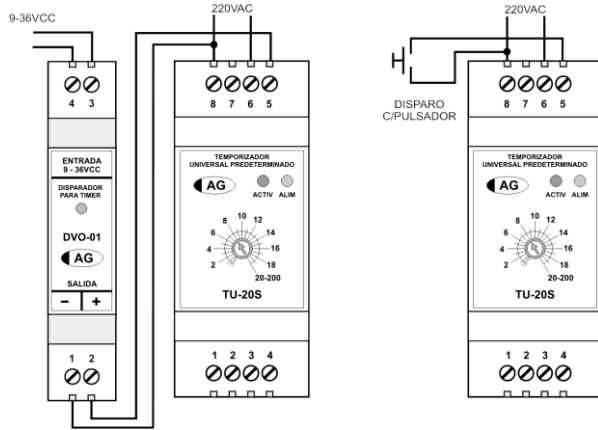

Figura 1 Disparos remotos: electrónico y con pulsador N.A.
- PULSADOR REMOTO:** El módulo se puede redisparar conectando a los terminales 5 - 8 pulsadores o contactos N.A. externos (en paralelo). La cantidad de pulsadores es ilimitada, lo que permite el disparo desde diferentes puntos (figura 1).
- DISPARO ELECTRÓNICO:** El disparo por medios electrónicos tales como optoacopladores, permiten desvincular eléctricamente la fuente de disparo del temporizador. Con ésto se tiene una doble aislación galvánica entre los contactos de salida y la fuente de disparo (corriente I). Se debe tener en cuenta la polaridad del transistor en este tipo de disparos (figura 1).
El módulo DVO-01 es una interfase que se utiliza para disparar al equipo TU-20S cuando la señal de disparo externa consiste en un voltaje continuo que puede estar entre 12VCC y 36VCC. La polaridad de entrada es indistinta y en su salida proporciona un "contacto" electrónico compatible con la entrada de disparo del temporizador (ver figura 1).